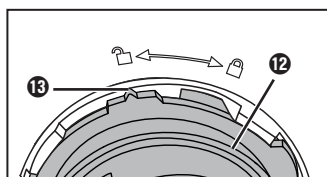

Fig. 5
- 6) Rotiți suportul 12 în sens antiorar până când marcajul 13 de pe suport 12 este orientat spre simbolul 5 de pe recipientul pentru aluat 15 (fig. 5). Îndepărtați suportul 12 împreună cu melcul 10.